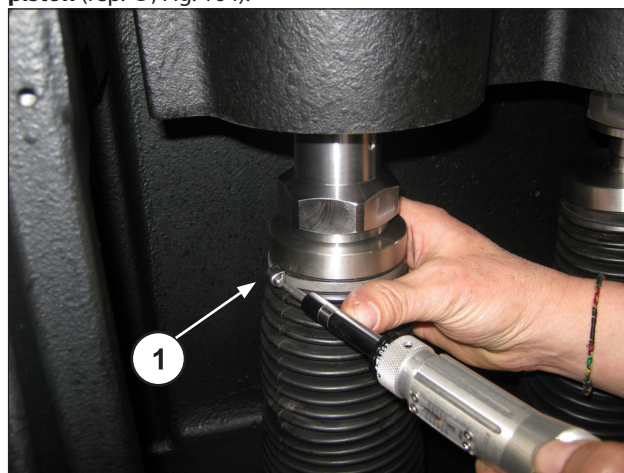

Fig. 164
Le repositionnement du soufflet sur la bavette et le serrage du collier de fixation du soufflet sur ce dernier doivent être effectués après le montage de la culasse et la **fixation du piston** (rep. ①, Fig. 164).